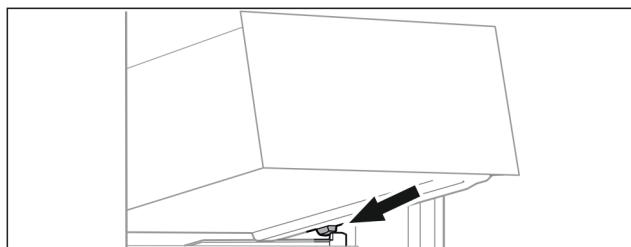

Fig. 69
- Поставете чекмеджето под ъгъл зад ограничителите върху реброто на съда. (виж Fig. 69)